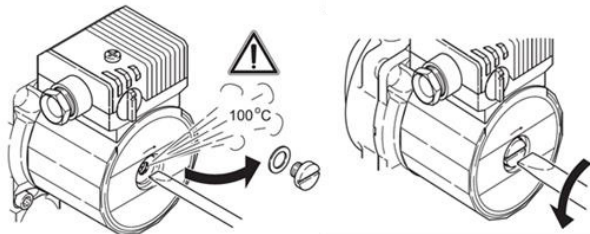

Рисунок 32. Проверка вала насоса
- ✓ Поверните вал двигателя с помощью отвертки по стрелке (см. рис. 32).